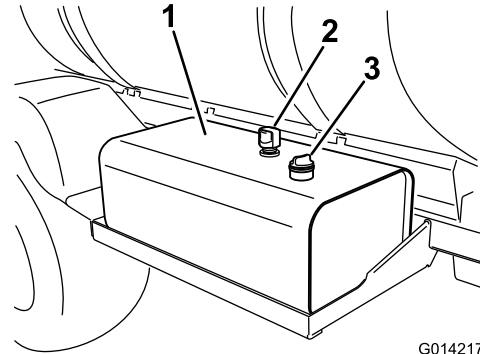

Bild 21
2. Reinigen Sie den Bereich um den Peilstab des Hydraulikölbehälters und nehmen Sie ihn ab (Bild 21).